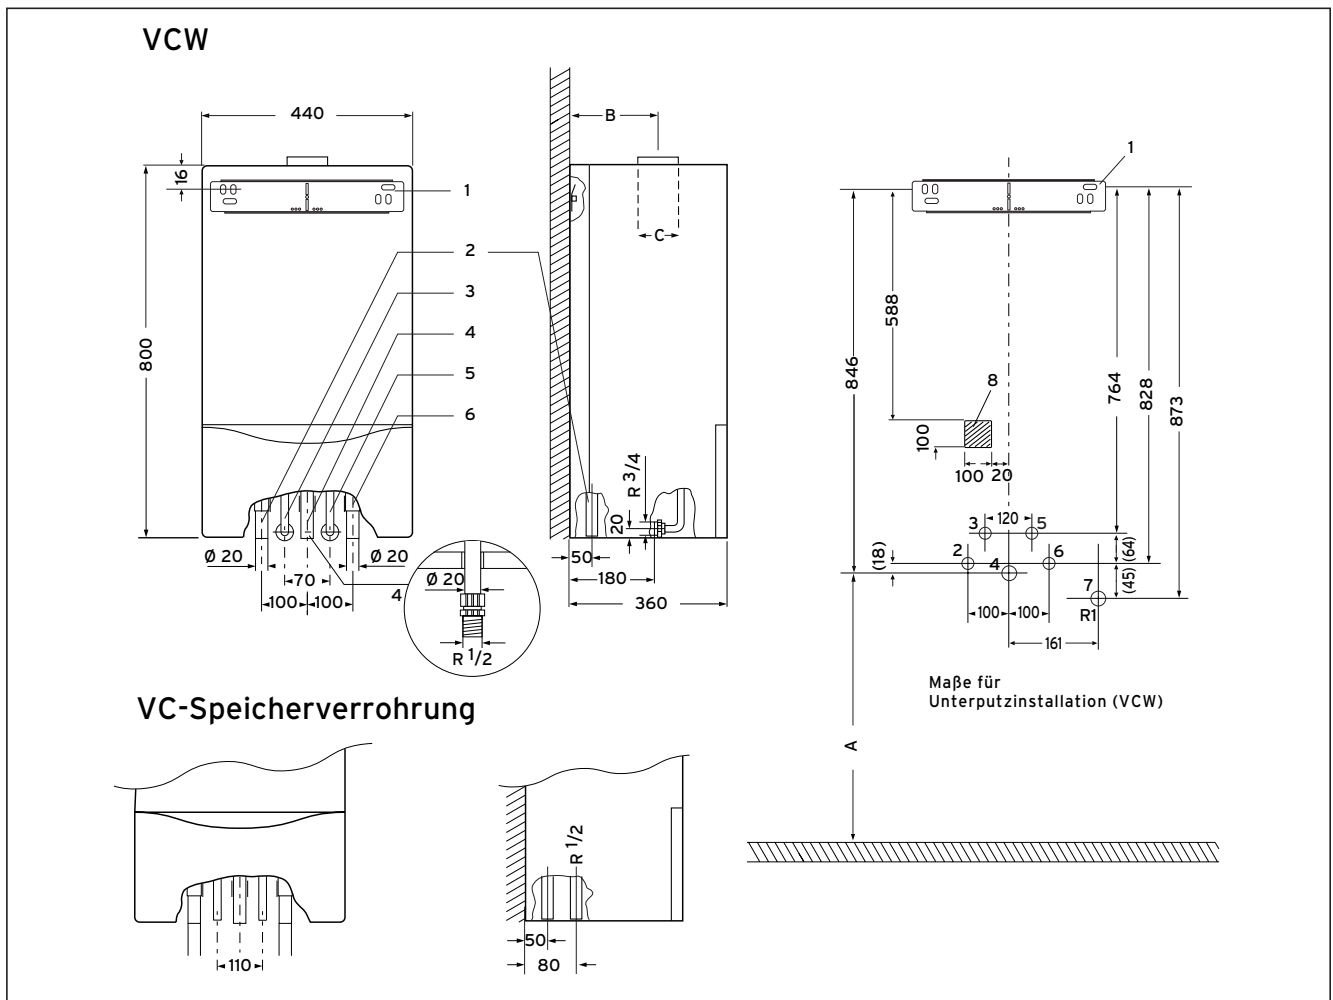

Abb. 3.4 Anschlussmaße (in mm)
Legende Abb. 3.4:
- Legen Sie die Montagehöhe für das Gerät fest. Beachten Sie insbesondere das Maß A (s. Abb. 3.4), wenn das Gerät mit einem Warmwasserspeicher des Typs VIH CR oder CQ kombiniert werden soll.
- Ermitteln Sie mit Hilfe der dem Gerät beiliegenden Montageschablone die Befestigungsbohrungen für den Halter (1) und die Anschlusskonsole (Zubehör) (2).
- Befestigen Sie den mitgelieferten Halter (1) an der Wand.
- Montieren Sie die Anschlusskonsole (2).
- Setzen Sie das Gerät von oben auf den Halter auf, und führen Sie gleichzeitig die Anschlussrohre für Heizungsvorlauf (3) und -rücklauf (4) in die entsprechenden Anschlüsse an der Anschlusskonsole ein.
- Zusätzlich bei Geräteausführung VCW: Montieren Sie die Leitungen für Kaltwassereinlauf (5) und Warmwasserauslauf (6) an der Unterseite des Gerätes.